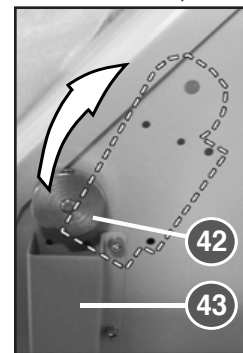

fig. 24
4. Desmontar ambas as coberturas dos interruptores (43). Soltar os pinos roscados (44) nos cames de comutação (42) da chapa de comutação (40) e sacar os cames de comutação (40) e voltar a colocá-la na posição de comutação mais acima na tremonha (16) e fixá-la nessa posição (fig. 24).